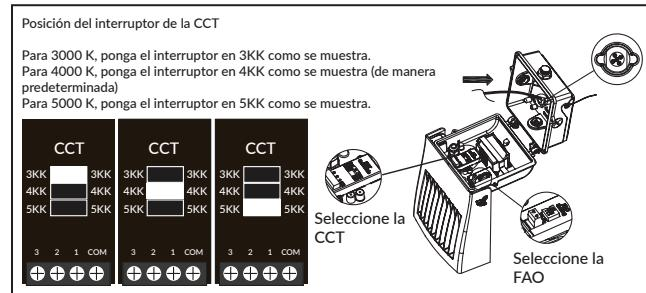

Figura 4A.
5. Rompa la junta de cables de 5 orificios para extraer los cables de la fuente de alimentación (L negro, N blanco), el cable de conexión a tierra (G verde). (Figura 4A)